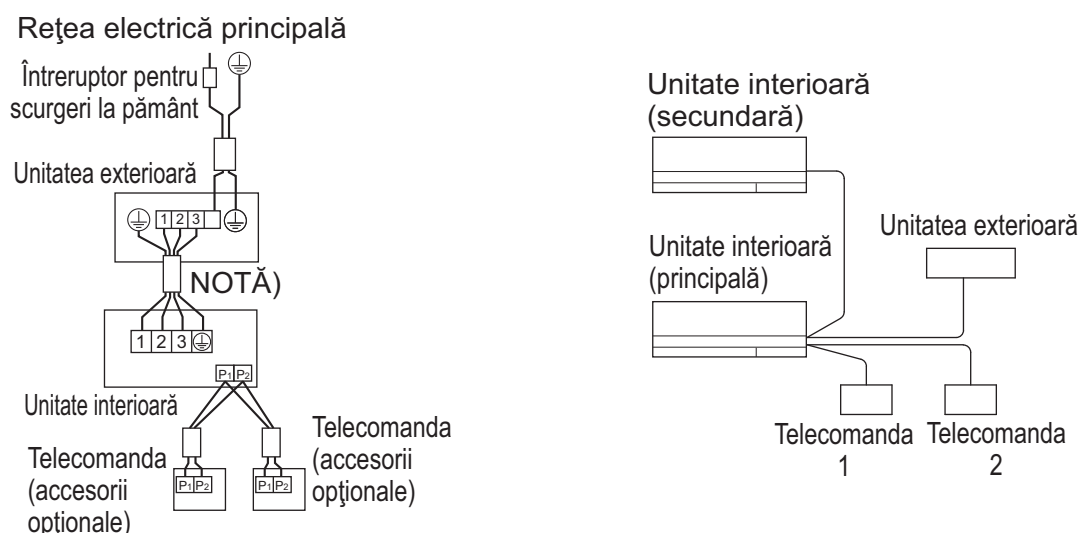

Fig. 28
- **Controlul cu 2 telecomenzi:** 2 telecomenzi controlează 1 unitate interioară. (Consultați Fig. 28)
(3) Scoateți capacul cutiei de control (Consultați "5. INSTALAREA UNITĂȚII INTERIOARE".)
(4) Adăugați cablaj între telecomanda 2 (secundară) și borna (P1, P2) a regletei de conexiuni (X1M) pentru telecomanda din cutia de control. (Nu există polaritate.) (Consultați Fig. 28 și Tabelul 4)